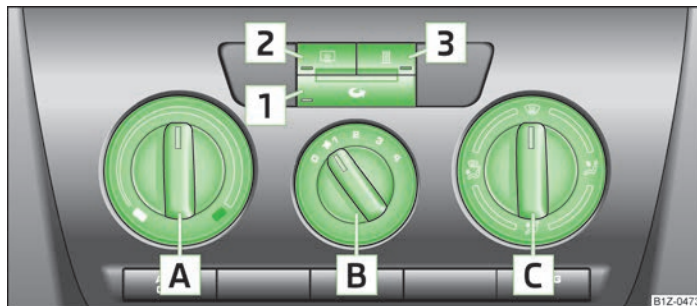

Fig. 88 Încălzirea: Elementele de comandă
- Rotiți regulatorul rotativ **A** » fig. 88 spre dreapta pentru a mări temperatura.
- Pentru pornirea ventilatorului, rotiți comutatorul ventilatorului **B** » fig. 88 în una din pozițiile de la 1 la 4.
- De la regulatorul pentru distribuția aerului **C** » fig. 88 reglați direcția curentului de aer » pagina 80.
- Apăsăți tasta **Z** » fig. 88. Informații suplimentare » pagina 47.
- Apăsăți tasta **3** » fig. 88 pentru a porni / opri direct încălzirea suplimentară (încălzirea și ventilația în staționare). Informații suplimentare » pagina 87.
Toate elementele de comandă, în afara comutatorului ventilatorului **B** » fig. 88, pot fi reglate pe orice poziție intermediară.
- Elementele de comandă **A** » fig. 88 la pagina 80, **B**, **C** și tasta **1**.
- Apăsăți tasta **1** » fig. 88 la pagina 80, lampa de control din tastă se aprinde.
- Apăsăți din nou tasta **1** » fig. 88 la pagina 80, lampa de control din tastă se stinge.
Când regulatorul distribuției de aer **C** » fig. 88 la pagina 80 se află în poziția , recircularea aerului este oprită automat. Prin apăsarea repetată a tastei **1** se poate reporni și în această poziție recircularea aerului.